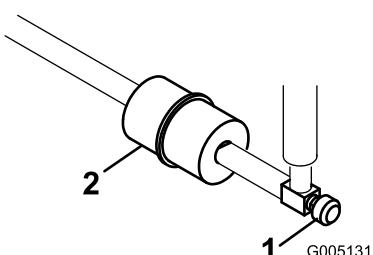

Figure 52
Le filtre à carburant est incorporé dans la conduite d'alimentation, entre le réservoir de carburant et le carburateur (Figure 52). Remplacez le filtre toutes les 800 heures de fonctionnement, ou plus tôt si le débit de carburant limité. Vérifiez que la flèche qui se trouve sur le filtre pointe bien dans la direction opposée au réservoir de carburant.
2. Placez un bac de vidange sous le filtre, desserrez l'autre collier de flexible et déposez le filtre (Figure 52).